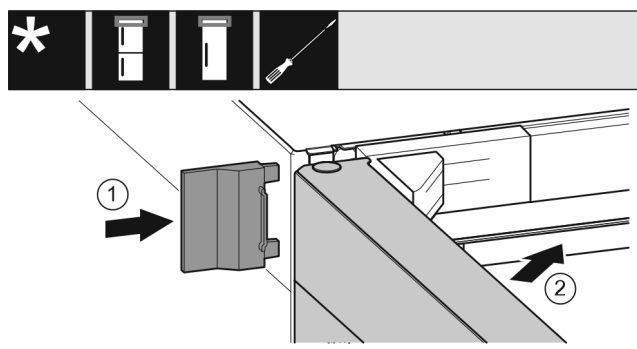

Fig. 60
- ▶ Nataknite vanjski poklopac Fig. 60 (1).
- ▶ Zatvorite gornja vrata Fig. 60 (2).